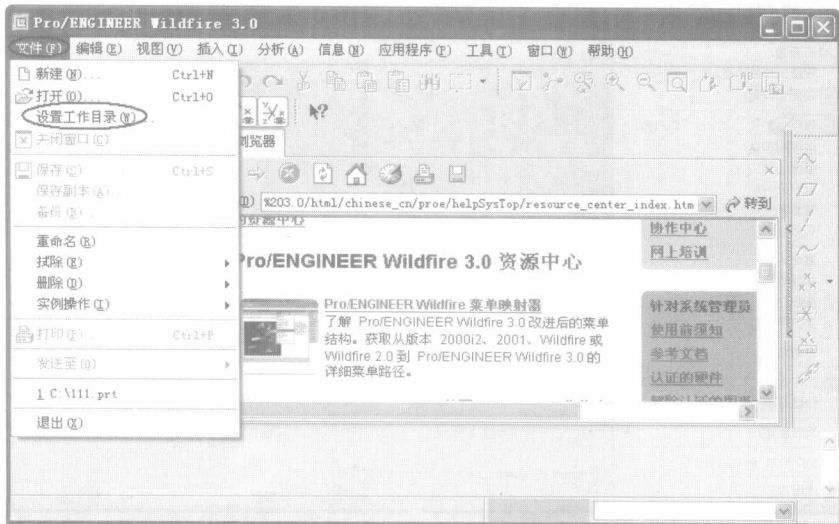
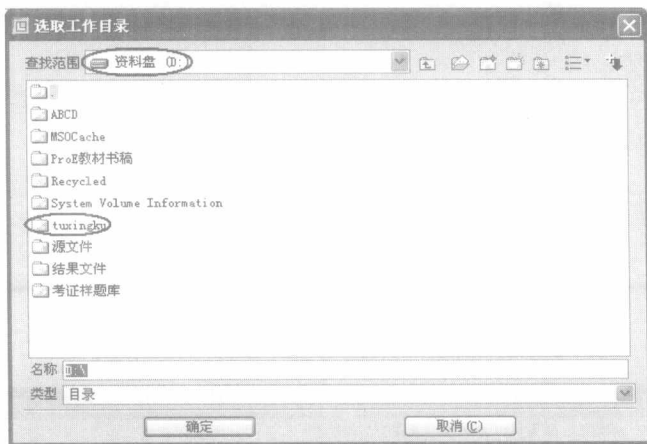

图 0-9 “设置工作目录”对话框
图 0-10 “选取工作目录”对话框
(1) 启动 Pro/E 软件后,单击如图 0-9 所示的【文件】/【设置工作目录】菜单命令,系统弹出如图 0-10 所示的“设置工作目录”对话框。
(2) 在如图 0-10 所示的对话框中“查找范围”栏内选择 D 盘, 再在 D 盘下选择“tuxingku”文件夹, 最后单击 **确定** 按钮确认。